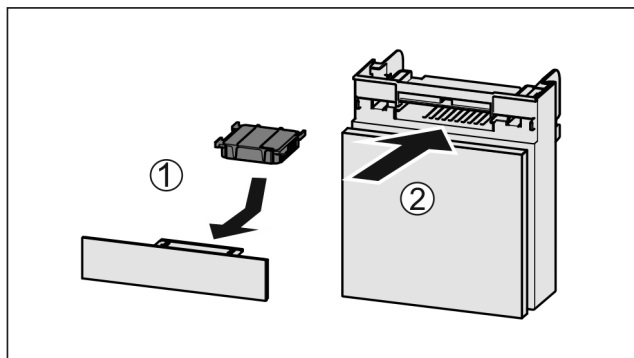

Fig. 163
- Filtr s aktivním uhlím vložte podle vyobrazení Fig. 163 (1).
- Zásuvku zasuňte Fig. 163 (2).